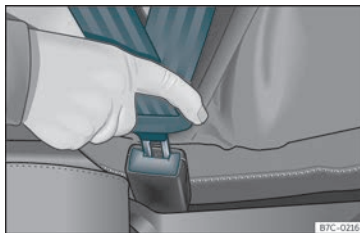

Fig. 9 Insertar a lingueta do cinto de seguridade na súa pechadura.
- Encaste a lingueta na pechadura do asento correspondente»» fig. 9.